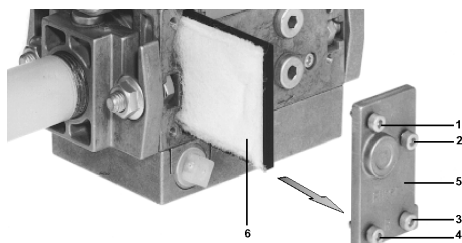

Рис. 18
- 2 Отвинтите винты 1 ÷ 4 шестигранным ключом № 3 и снимите крышку фильтра 5 на Рис. 18.